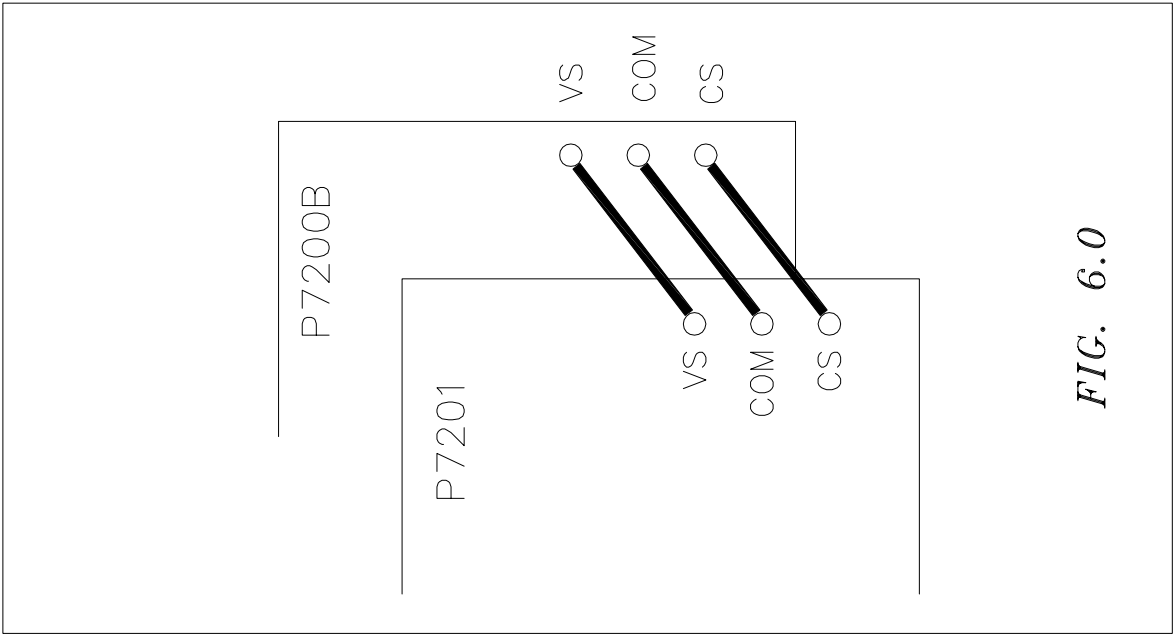

FIG. 6.0
- Verbinden Sie die Punkte VS, COM und CS (siehe Leiterplattenaufdruck in der Anleitung) der Anzeige mit Drähten (dünnen, mitgelieferten Drähten von 0,5mm) von ca. 10cm mit den übereinstimmenden Punkten auf der Stromversorgungs-Leiterplatte (siehe Abb. 6.0).